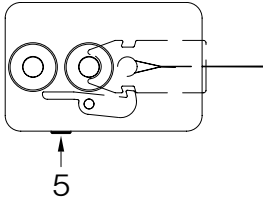

Abb. 16: Entriegeln der Zugbänder
- » Sollte die Vorspannung nach dem Einhängen zu groß oder zu niedrig sein, muss das Zugband ausgehägt werden (siehe Abb. 16). Anschließend eine Umwicklung mehr oder weniger auf die Gurtscheibe geben.
- » Zum Entriegeln der Zugbänder die Anlage ca. 50 cm ausfahren. Anschließend entfernen Sie die kleinen Stopfen (5 – Abb. 16) aus den Seitenkappen. Stecken Sie einen Schraubenzieher in die untere Öffnung der Laufwagen und drücken diesen nach oben.